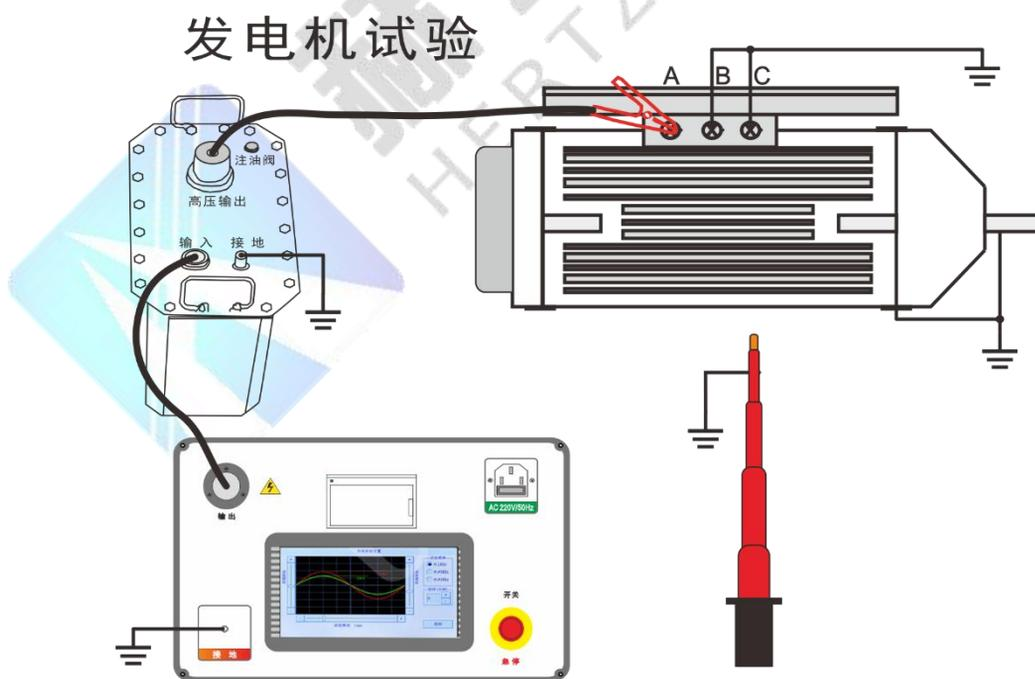

图 15 发电机试验接线示意图
2、接线方法：试验时应分相进行，被试相加压，非被试相短接接地，如图 15 所示：